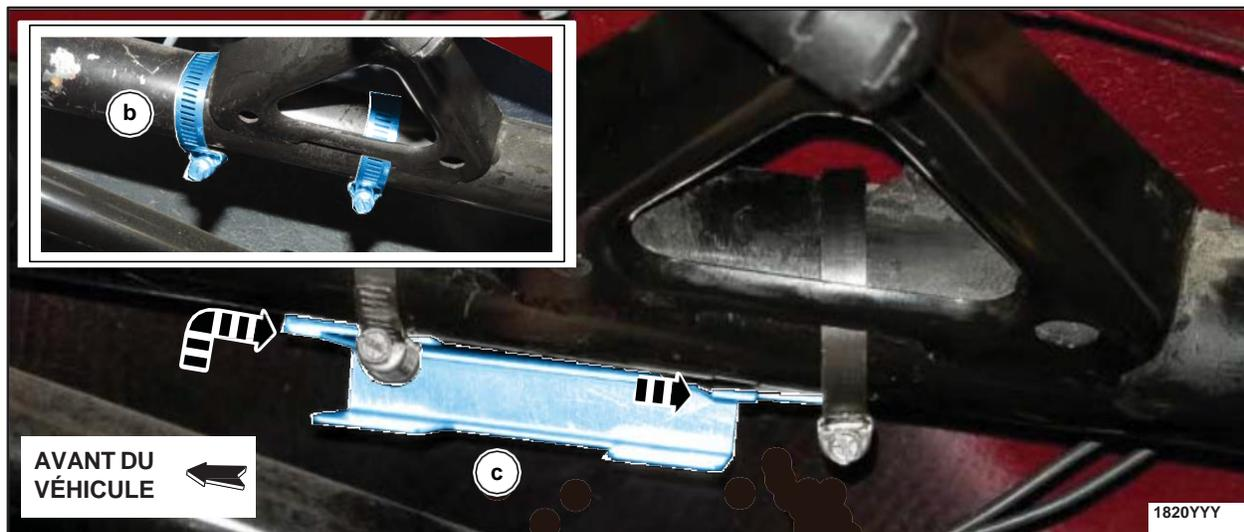

FIGURE 31
34. Installer le support du boîtier de raccordement arrière (RJB). (Figure 31)